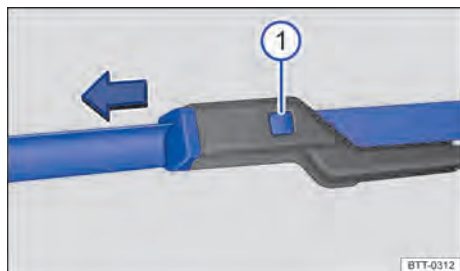

Fig. 185 Substituir as palhetas dos limpadores do para-brisa.
- Manter o botão de destravamento $\Rightarrow$ Fig. 185 ① pressionado e, ao mesmo tempo, retirar a palheta dos limpadores do para-brisa no sentido da seta.